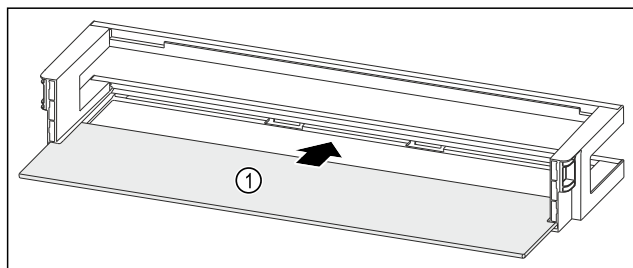

Fig. 204 Dørhylle med oppstillingsplass
- Skyv oppstillingsplassen Fig. 204 (1) inn i fordypningene på sidene.